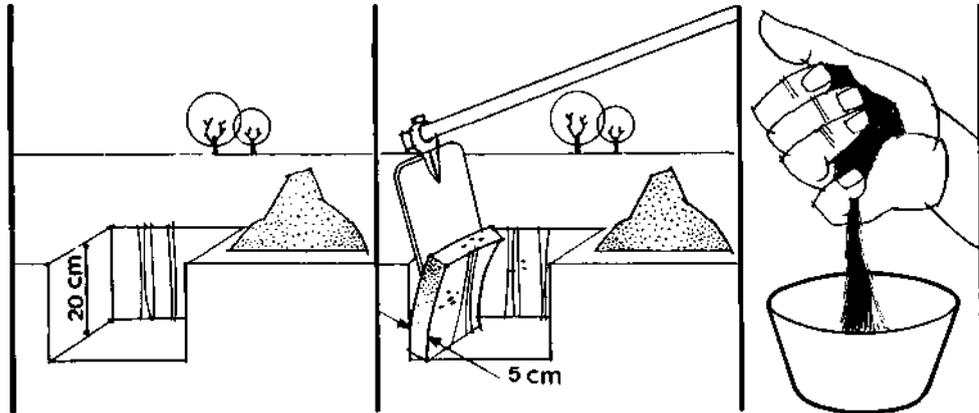

fig.4
- Corte uma fatia de terra no barranco da cova. A fatia deve ter mais ou menos 5 centímetros de "grossura" e ir de cima ate o fundo da cova (fig. 4).